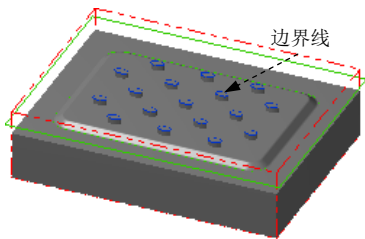
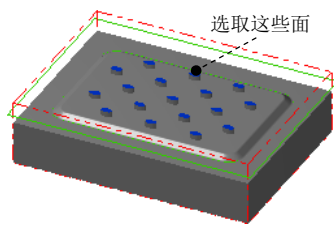

图 25.27 创建边界线
图 25.28 定义附着面
Step1. 创建图 25.27 所示的边界。选择下拉菜单 **绘图(C)** → **曲面曲线(V)** → **所有曲线边界(A)** 命令，选取图 25.28 所示的面为附着面（详细过程参见视频）。